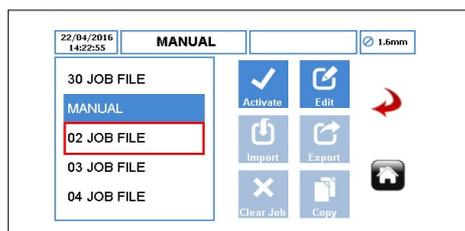

Figure 14 Fichier de travail en surbrillance
2. NOM DU TRAVAIL – affiche le fichier de travail en surbrillance. Lorsque vous appuyez sur Modifier, le fichier de travail surligné en rouge est le fichier qui sera édité à partir du fichier de travail disponible, comme illustré à la figure 14.